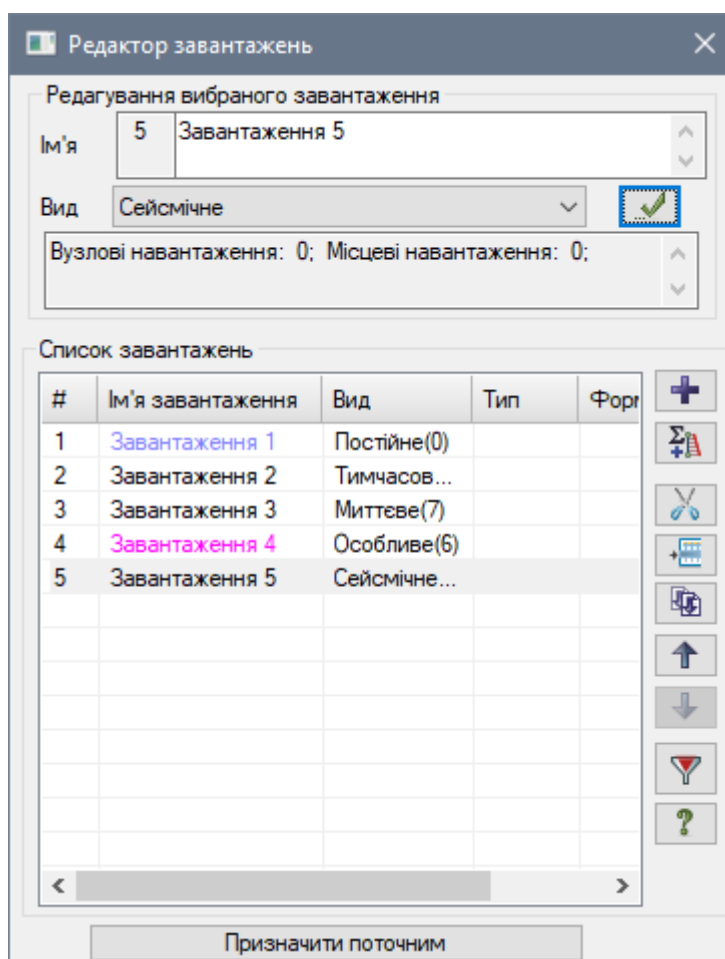

Рис. 3.24. Діалогове вікно Редактор завантажень
- Відкрийте діалогове вікно **Редактор завантажень** (рис. 3.24) натиснувши на кнопку  – **Редактор завантажень** (панель **Навантаження** на вкладці **Створення та редагування**).
- В діалоговому вікні **Параметри розрахунку на гармонічний вплив** (рис. 3.24) задайте наступні параметри:
Так як вид завантаження задавався в діалоговому вікні **Редактор завантажень** (рис. 3.24) таблиця РСН сформувалася автоматично з параметрами, прийнятими за умовчанням для кожного завантаження. Далі треба тільки змінити параметри для четвертого та п'ятого завантажень, а також задати сполучення.